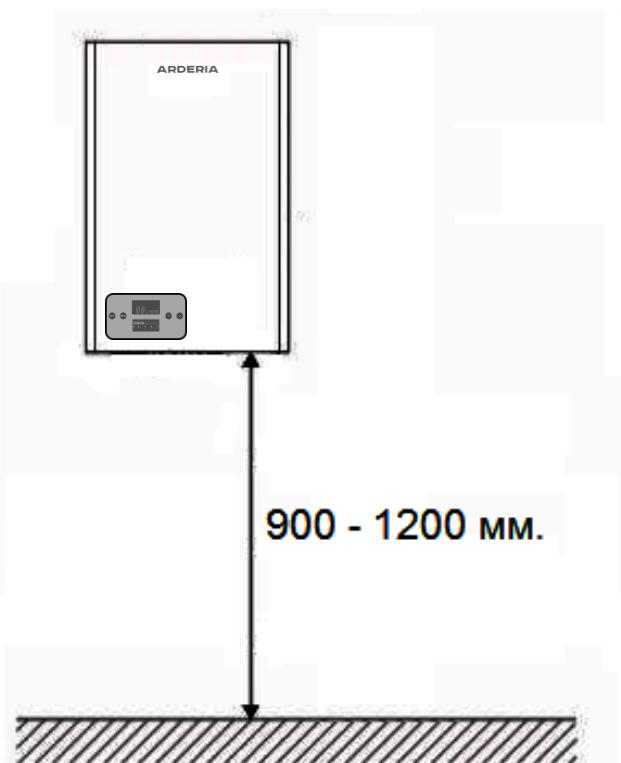

Рис. 9
определяется от уровня чистого пола до нижнего основания корпуса котла (См. Рис. 9)
- Электротёл вешается на крепёжные элементы, которые крепятся в стену. В качестве крепёжных элементов **рекомендуется** использовать анкерные болты, крепёжные шпильки, дюбель-гвозди, шурупы и саморезы, как в комплекте с дюбелями, так и отдельно. Выбор крепёжного элемента зависит от материала стены и нагрузки. Электрокотёл навешивается своими двумя монтажными отверстиями, расположенными вверху, на задней стороне корпуса на крепёжные элементы (См. Рис. 9).